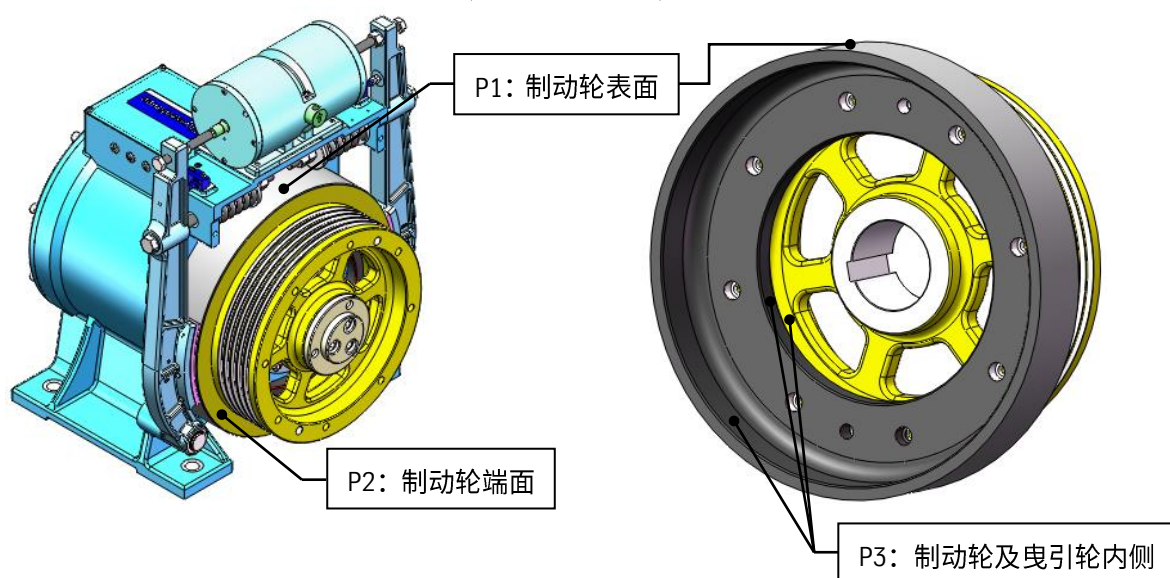
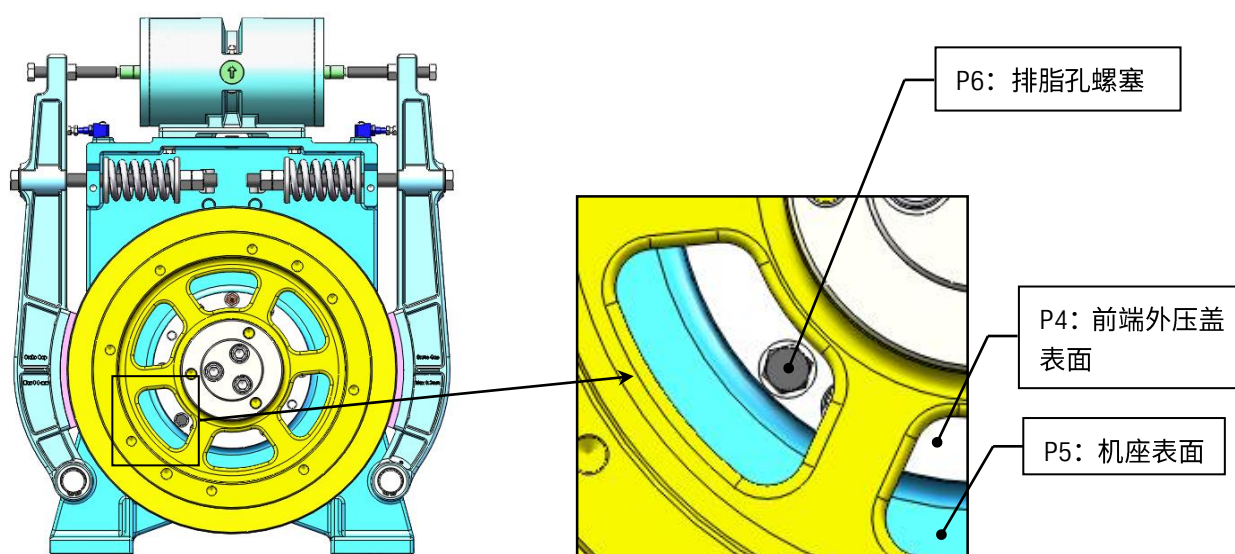
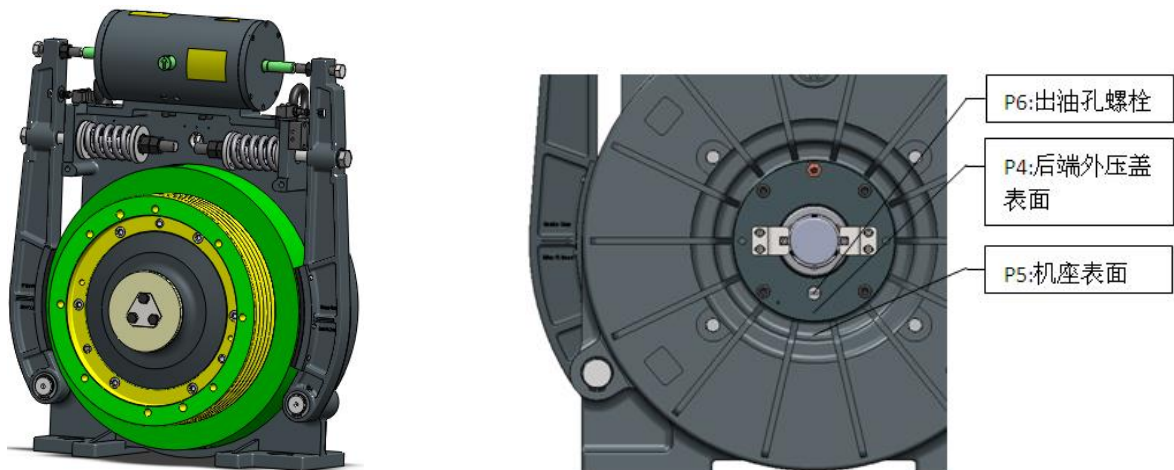
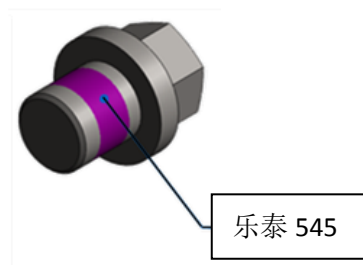

图 4-2
图 4-3
图 4-4
图 4-5
零部件如图 4-2 所示，清理步骤如下：
检查位置点如下图，其中图 4-2 和图 4-3 用于 PMS280、PMS300、PMS320 和 PMS360 曳引机，图 4-4 适用于 PMS280-F 曳引机。
- 如排脂孔螺塞处有油污，须拆下排脂孔螺塞（P6，部分曳引机有，见图 4-3、图 4-4），可用抹布蘸医用酒精（ $\geq 75\%$ ）清洗干净，然后涂抹乐泰 545 螺纹密封胶后锁紧（见图 4-5）；